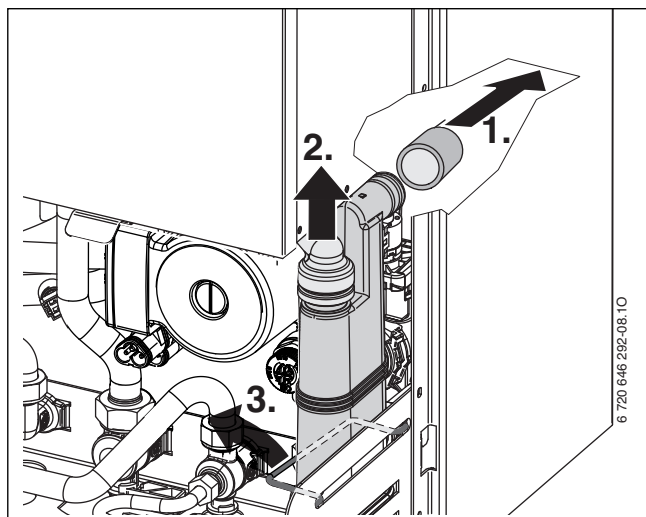

Fig. 51
- Desmontar o sifão de condensados (→ fig. 51) e colocar, por baixo, um recipiente adequado.